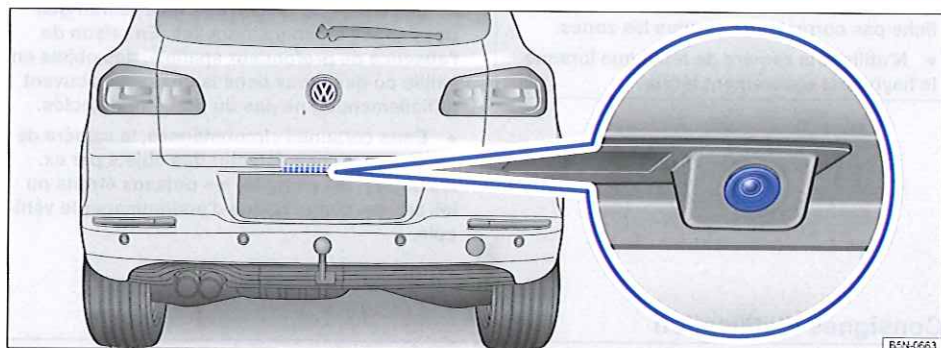

Fig. 159 Dans le hayon : emplacement de montage de la caméra de recul.
Une caméra située dans le hayon \Rightarrow fig. 159 vous assiste lorsque vous effectuez un stationnement en marche arrière ou des manœuvres. L'image de la caméra ainsi que les lignes et zones de repérage sont projetées par le système sur l'écran de l'autoradio ou du système de navigation de première monte.
- ✓ L'image doit être fiable et claire, par ex. bonnes conditions de visibilité et lentille propre ⇒ fig. 159.
La caméra de recul → **fig. 159** (agrandissement) ne retransmet que des images bidimensionnelles. Les creux ainsi que les objets saillants au sol ou les
Assurez-vous que la lentille → **fig. 159** (agrandissement) est propre et exempte de neige et de givre :